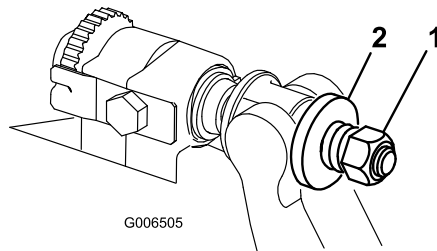

Figura 29
3. Aperte a porca da mola tensora até que a mola fique recolhida; em seguida, desaperte meia volta (Figura 29).